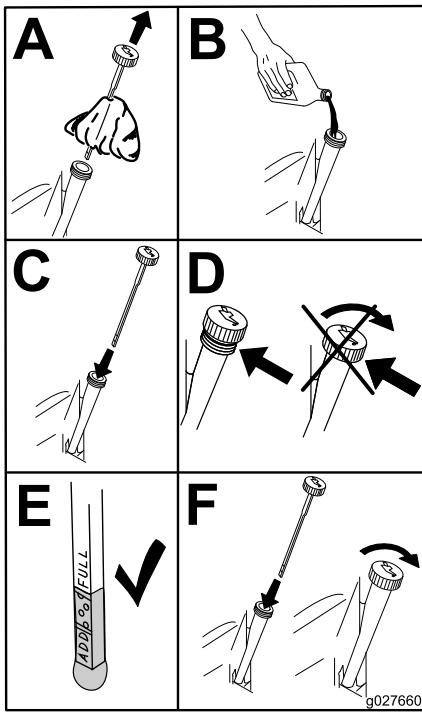

Figure 46
6. Versez lentement environ 80 % de l'huile spécifiée dans le tube de remplissage, puis faites l'appoint lentement pour faire monter le niveau jusqu'au repère maximum (**Full**) (Figure 46).